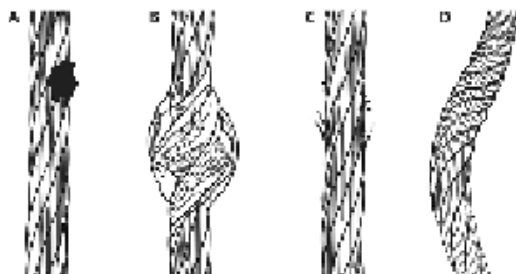

Figura 10: Inspección del cable
Inspeccione toda la longitud de la cuerda componente. Revise atentamente la cuerda de salvamento del cable en busca de alambres con hebras rotas, quemaduras por soldaduras de soldadura, escoria de soldadura, jaulas de pájaros, torceduras y hebras dobladas. Examine también en busca de óxido, suciedad, pintura, grasa o aceite. Compruebe si hay daños causados por la corrosión química o el calor excesivo, como se evidencia con la decoloración. Consulte la Figura 10 para ver ejemplos. Si existe alguna de estas condiciones, retire el SRD del servicio.
Extraiga todo el cable y revise toda la longitud de trabajo en busca de daños causados por corrosión química o calor excesivo, como se evidencia de decoloración (A), jaulas de pájaros (B), hebras de alambre rotas (C), torce duras y hebras dobladas (D), consulte la Figura 10. El cable debe retraerse completamente sin fluctuaciones y debe permanecer tirante bajo tensión sin combarse.